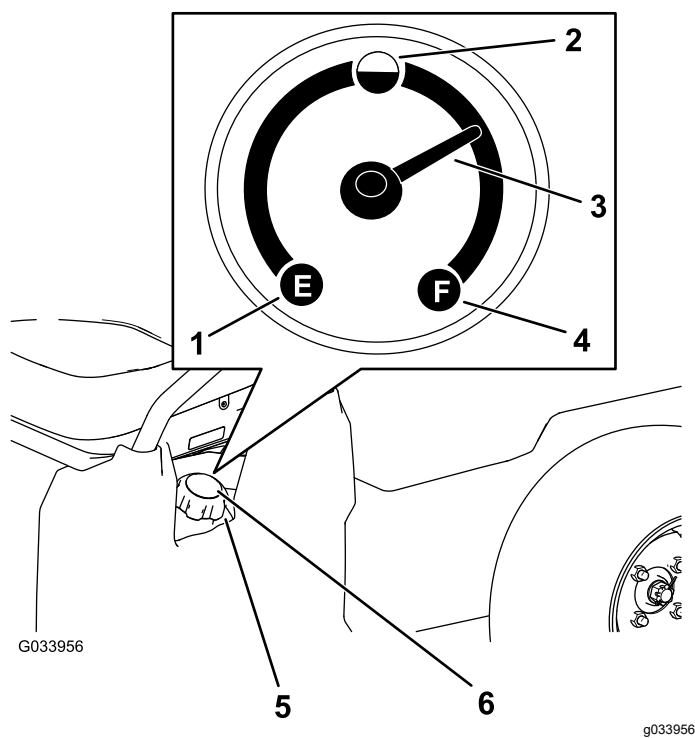

Figura 14
5. Limpie la zona alrededor del tapón del depósito de combustible (Figura 14).